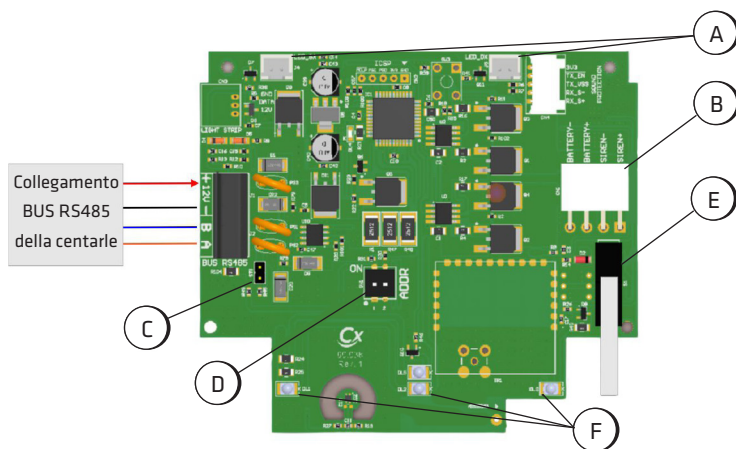

Fig.2
- Eseguire, quindi, i collegamenti per l'accensione della sirena dopo aver memorizzato la stessa sulla centrale (vedi paragrafo successivo). Attivare sulla centrale la modalità di **“Test impianto”** (si veda il manuale tecnico della centrale utilizzata) che consente di eseguire i collegamenti senza il rischio che la sirena possa attivarsi per effetto dei suoi sistemi di protezione (antistrappo/antapertura). Effettuare il collegamento al BUS RS485 proveniente dalla centrale attraverso il connettore (B) (si veda Fig. 2), sfruttando le aperture previste per il passaggio dei cavi, facendo attenzione alla polarità;
Nota: se la sirena è l'ultimo dei dispositivi connessi al BUS, si consiglia di chiudere il jumper EOB sulla scheda elettronica (vedi Fig.2)